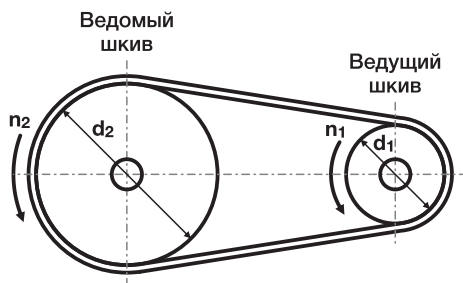

Рис. 2
- При подключении питания и пробном пуске следует убедиться в правильном направлении вращения шкивов компрессора (см. рис. 2 «Направление вращения шкивов»)